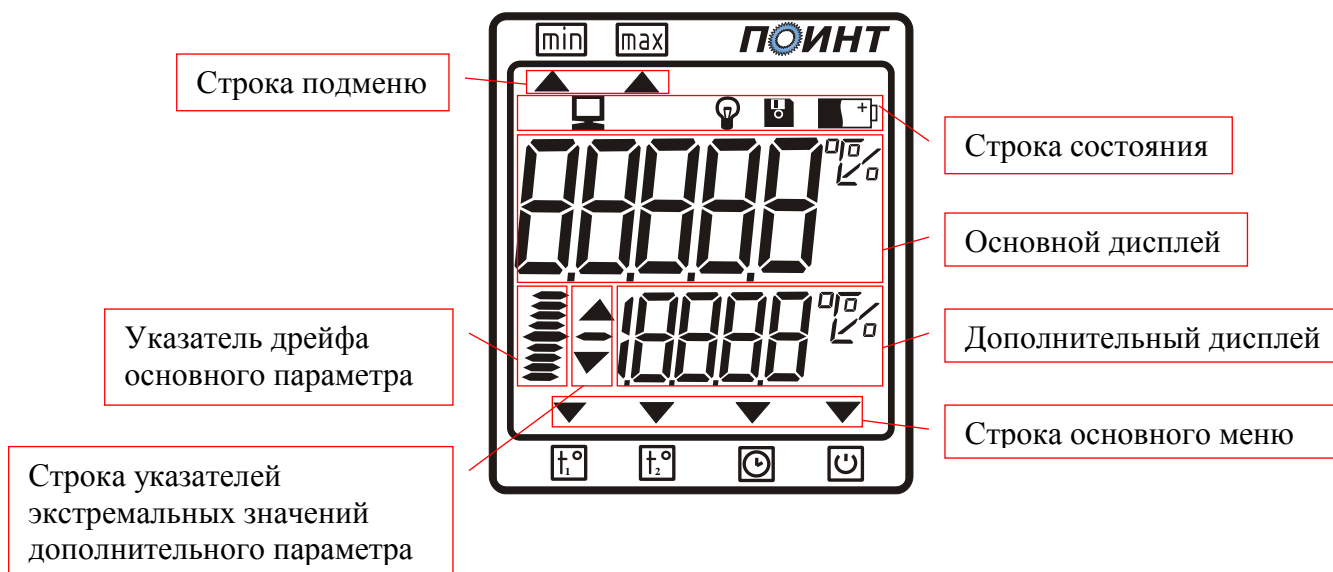

Рис.1
3.2. На лицевой панели измерителя расположен цифровой индикатор (рис. 1), служащий для отображения информации, и две кнопки управления. В верхней части прибора расположен разъем для подключения датчиков. На задней панели измерителя находится крышка батарейного отсека.
4.4. Описание основного дисплея. Измеритель имеет четыре рабочих режима: режим измерения температуры 1, режим измерения температуры 2, режим отображения текущего времени, режим выбора времени работы измерителя. Переключение между этими режимами производится нажатием левой кнопки измерителя. В зависимости от положения указателя «▼», который расположен в строке основного меню (рис.1), можно определить, в каком режиме находится измеритель. Так, при положении указателя над значком  прибор будет настроен на режим измерения температуры 1,  - режим измерения температуры 2,  - режим отображения текущего времени,  - режим выбора времени работы измерителя. В зависимости от выбранного режима на основном дисплее отображается текущее значение измеряемого параметра. В режиме отображения текущего времени при нажатии на правую кнопку на индикаторе отображается текущий месяц, число и год. Установка этих параметров приведена в п. 7.2.